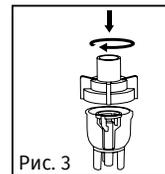

Рис. 3
5. Обережно повернути верхню частину небулайзерної камери за годинниковою стрілкою, щоб закрити камеру. Переконатися, що верхня і нижня частини небулайзерної камери надійно з'єднані (рис. 3).